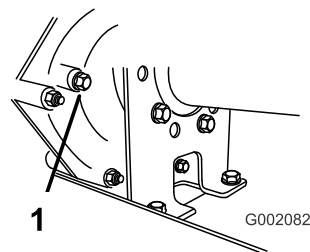

Figura 58
2. Rimuovete il bullone dal foro di indicazione del livello (Figura 58).